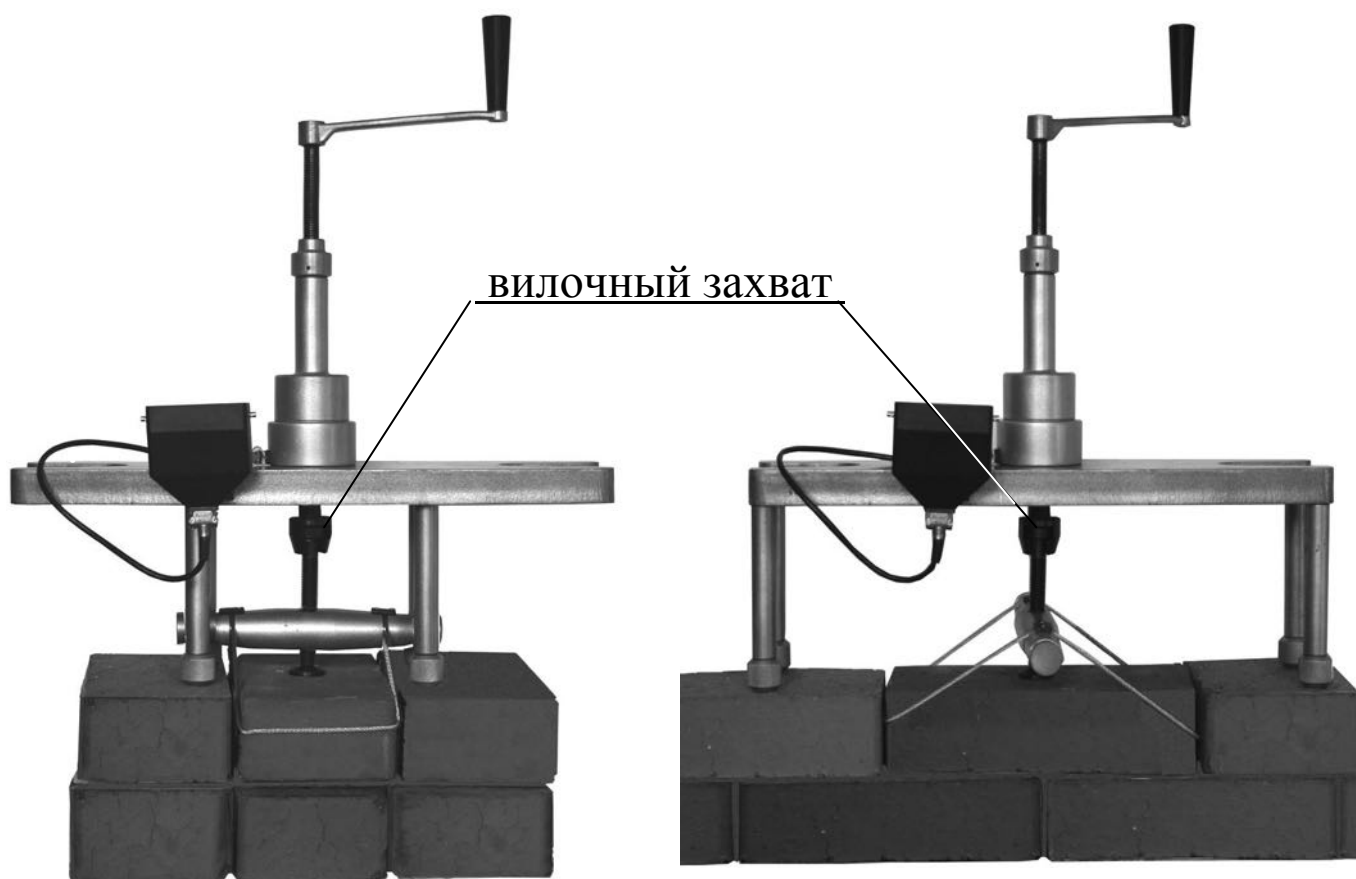

Рисунок 4 – Варианты установки прибора при испытании кирпича
2.2.1.1 Установить прибор опорами на соседние кирпичи, а вилочный захват завести на регулировочный болт (рис. 4). Совмещение паза вилочного захвата с регулировочным болтом по высоте производится вращением вилочного захвата.